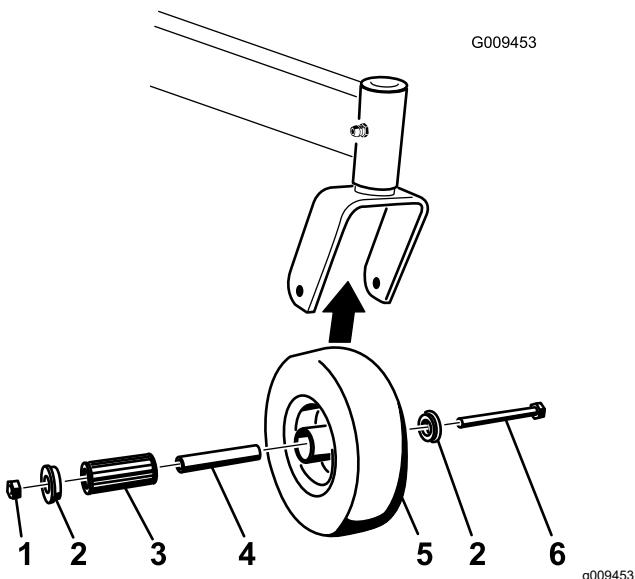

Рисунок 68
1. Удалите контргайку и колесный болт, с помощью которых поворотное колесо крепится к вилке (Рисунок 68).
2. Снимите одну из втулок, затем извлеките распорную втулку и роликовый подшипник из ступицы колеса (Рисунок 68).
3. Извлеките вторую втулку из ступицы колеса и удалите всю смазку и грязь из ступицы (Рисунок 68).
Примечание: Замените поврежденные или изношенные детали (Рисунок 68).
5. Вставьте одну втулку в ступицу колеса (Рисунок 68).
6. Смажьте роликовый подшипник и распорную втулку и вставьте их в ступицу колеса (Рисунок 68).
7. Вставьте вторую втулку в ступицу колеса (Рисунок 68).
8. Установите поворотное колесо в вилку поворотного колеса и закрепите при помощи колесного болта и контргайки (Рисунок 68).
9. Затяните контргайку так, чтобы распорная втулка была прижата к внутренней поверхности поворотных вилок (Рисунок 68).